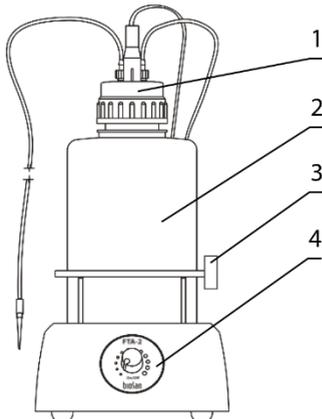

Рисунок 3. FTA-2i, вид спереди
- Установите сосуд-ловушку (рис. 3/2) на прибор.
- Прикрутите крышку с иглами сенсора и разъёмами для трубок (рис. 3/1) к сосуду-ловушке.
- Поместите микропробирки для наконечника в держатель (рис. 3/3).
4.4.1. **Установка опционального наконечника MA-8.** Извлеките аспирационный наконечник и микропробирки из держателя (рис. 3/3) и поместите внутрь держатель для MA-8. Отсоедините одноразовый наконечник (рис. 5/1) от адаптера **MA-U** и подсоедините наконечник **MA-8** (рис. 8/1). Храните аспирационный наконечник в новом держателе.
- 5.3. (Для модели **FTA-2i**) С помощью рукоятки на передней панели прибора (рис. 3/4) отрегулируйте интенсивность аспирации. Поворот по часовой стрелке увеличивает интенсивность, против часовой – уменьшает. Интенсивность показывается световой индикацией вокруг рукоятки.